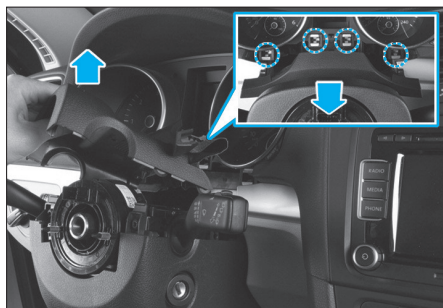

Fig. 2
- Dégrafer la coquille supérieure en tirant la partie avant vers le haut et la partie arrière vers soi (Fig.2).